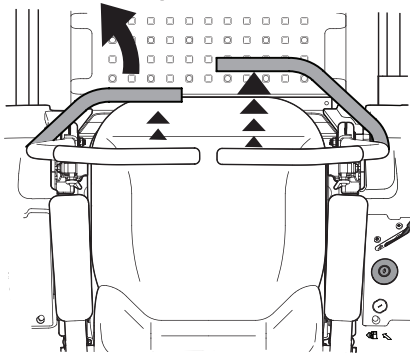

Figura 3-4
1. Para girar a la izquierda, mueva la palanca de control izquierda hacia atrás respecto de la palanca derecha. Consulte Figura 3-4.